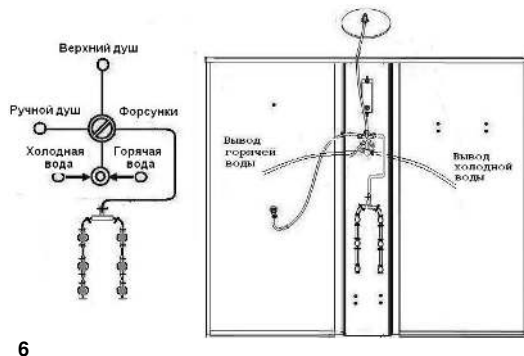

Рис.14
4. Подключение к системе водоснабжения (рис.14)
Подсоедините трубы горячего и холодного водоснабжения к выводам смесителя (рис. 14)